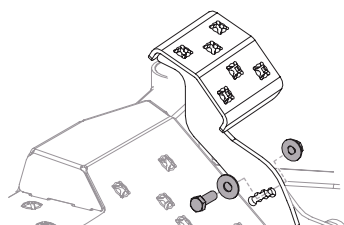

Figure 41
2. Retirez le boulon hexagonal, la rondelle et l'écrou hexagonal près du centre de la pédale (Figure 41).
4. Réinstallez le matériel précédemment retiré et serrez l'écrou à 28-35 N·m (28-35 lb·pi) (Figure 41).